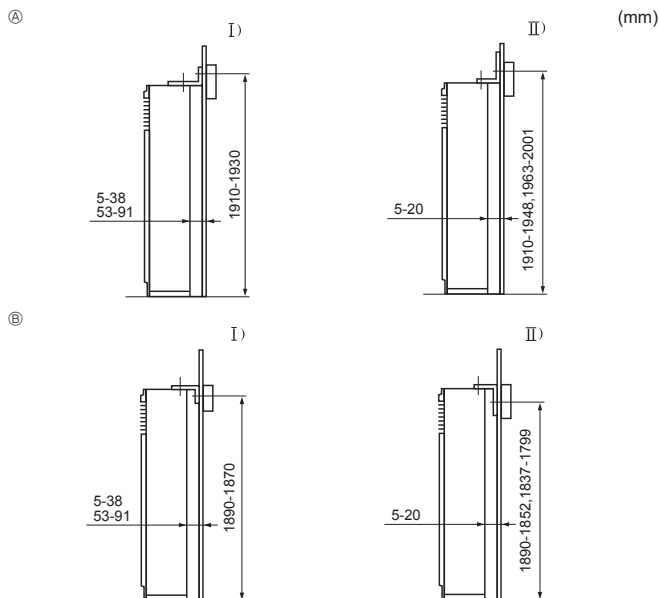

Fig. 3-3
- ① Klammer, die das Umkippen verhindert
Die Klammer, die das Umkippen verhindert ①, ist auf der Oberseite der Anlage angebracht. Die Blehschrauben ② entfernen und die Klammer wie in der Abbildung dargestellt wieder anbringen. Angaben über richtige Einbauabstände siehe Fig. 3-3.
- Ⓔ Die Schraube ⑩ entfernen und das Gitter zum Abnehmen nach vorne ziehen.
3.3. Montage der Klammer, die das Umkippen verhindert (Fig. 3-3)